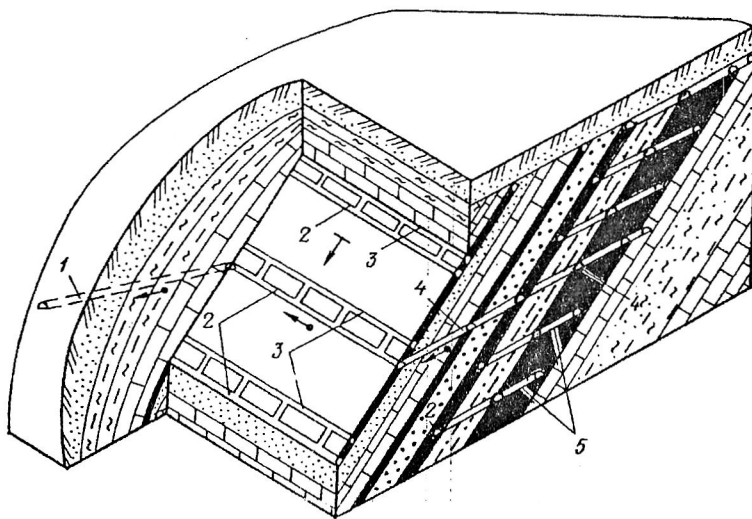

Рис. 5.3. Горизонтальные горные выработки:
**К горизонтальным выработкам** относят штольню, квершлаг, штрек, орт, просек (рис. 5.3).